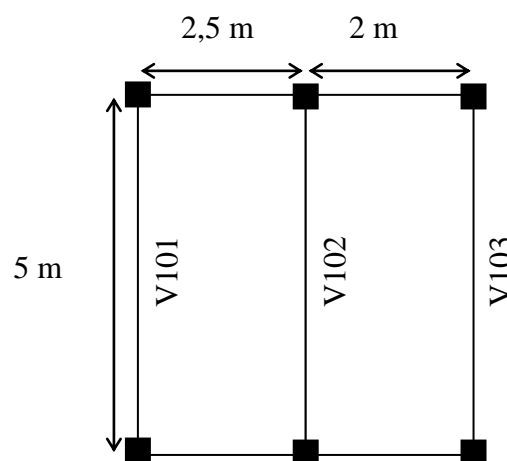

Figura 4: Esquema de cálculo para la viga V102
2) Dimensionar analíticamente a flexión la viga V102 de la Figura 4 construida de hormigón armado de sección T y 5 m de largo, ubicada entre dos losas en una dirección de 15 cm de espesor cuyas luces son de 2,5 m y 2 m entre ejes de vigas cada una. La carga total por peso propio de la losa es de 850 kg/m^2 , mientras que la sobrecarga es de 200 kg/m^2 . Para el cálculo considerar el peso propio de la viga y las reacciones transmitidas por las losas.